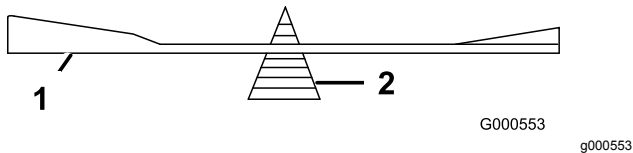

Figure 64
- Vérifiez l'équilibre de la lame en la plaçant sur un équilibreur (Figure 64).